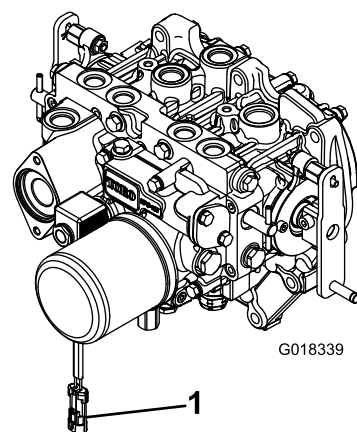

Figura 3
2. Para evitar o engate acidental da embraiagem da tomada de força, desligue o conector eléctrico da cablagem do conector da bobina do solenóide da tomada de força (Figura 3).
8. Depois da outra extremidade do veio propulsor estar ligado ao veio da caixa de engrenagens do acessório, ligue o conector eléctrico da cablagem ao conector da bobina da válvula de solenóide da tomada de força (Figura 3).